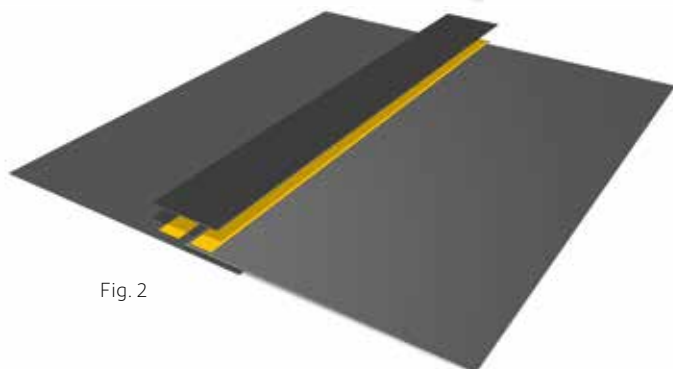

Fig. 2
4. Appliquez le ruban adhésif Plantex® Performance Tape sur les deux côtés du joint (Fig.2).
5. Appliquez le tronçon de 30 cm centré sur les deux bandes (Fig. 2).